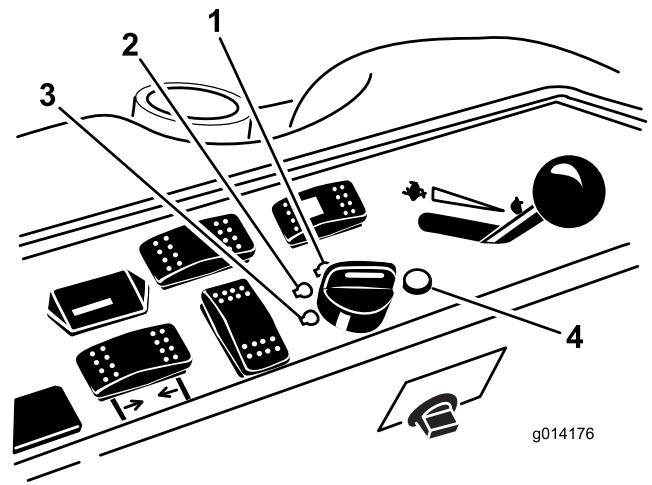

Figura 14
6. Gire la llave de contacto a la posición Marcha (Figura 14).
3. Gire la llave de contacto a la posición de Desconectado (Figura 14). Espere a que se detengan todas las piezas en movimiento antes de abandonar el puesto del operador.